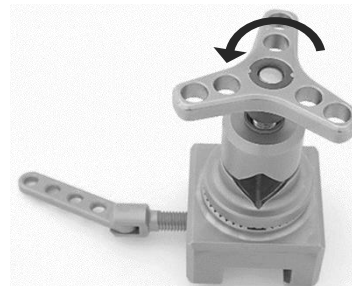

Abb. 16
Den Sterngriff (1) gegen den Uhrzeigersinn drehen, bis er sich abnehmen lässt (Abb. 16).